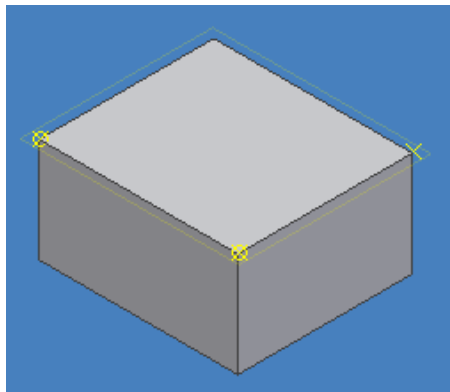

Figura 3.37 Selección de tres esquinas para la creación de un plano de trabajo.
- Seleccione las esquinas de la cara del solido a escoger, figura 3.37.